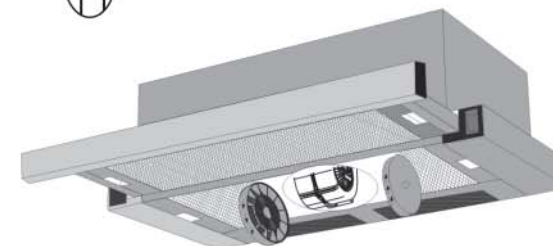

РИС. 7
Угольные фильтры устанавливаются на защитные решетки короба вентилятора, путем легкого нажатия и поворота их по часовой стрелке (рис. 7). Фильтрация воздуха осуществляется с помощью двух угольных фильтров, затем очищенный воздух возвращается в помещение. Очищенный воздух поступает в помещение через переходник или воздуховод.
- установите два угольных фильтра Ф-05 (рис.7) .